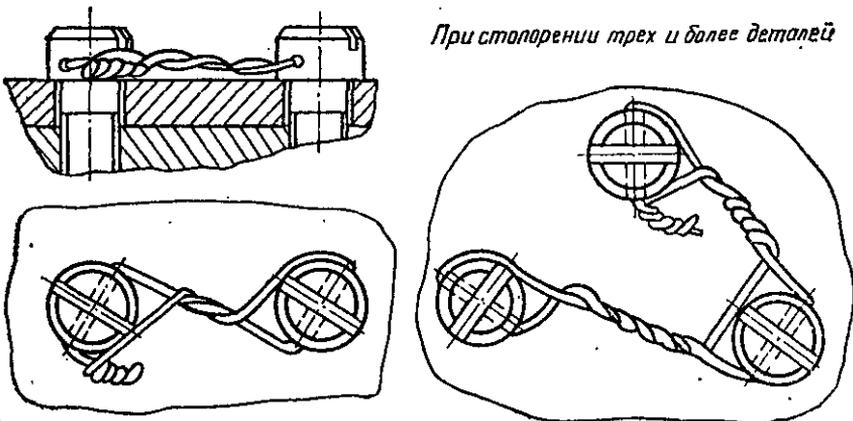

Рис. 10. Стопорение проволокой винтов
8.3.1. Стопорение проволокой должно соответствовать указанному на рис. 10—30 к общей части настоящих Технологических указаний.